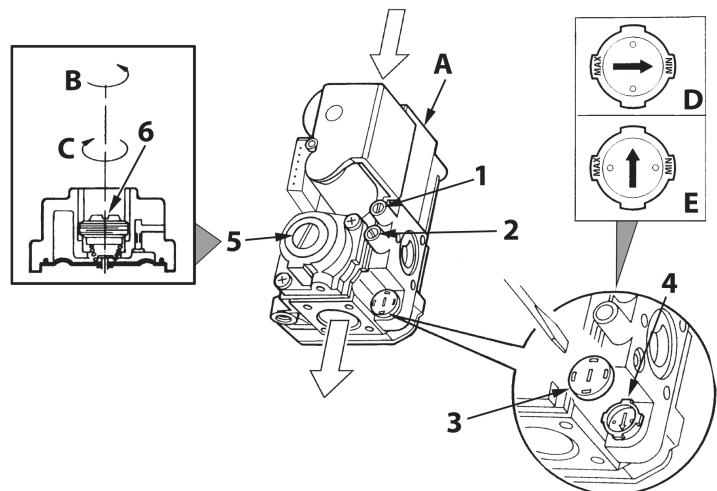

рис. 18 - Регулирование давления
На котле PEGASUS D 45 K 130 можно регулировать тепловую производительность топки и, следовательно, тепловую мощность, передаваемую воде системы отопления; это делается исключительно путем регулировки основной горелки с помощью газового вентиля (см. рис. 18). На графиках, приведенных в параграфе сар. 5.2, показано изменение передаваемой воде тепловой мощности в зависимости от изменения рабочего давления горелки. Возможность приведения мощности котла в соответствие с реальными потребностями отопления означает, прежде всего, снижение потерь и экономию топлива. Кроме того, при регулировке мощности, регламинированной также стандартом, котлы сохраняют значения КПД и характеристики горения почти без изменений.
- С помощью небольшой отвертки снимите защитный колпак 5 вторичного привода газового вентиля рис. 18.
- Подключите манометр к клемме давления 2 (рис. 18), расположенного после газового вентиля, затем переведите ручку термостата котла на максимум.
- Регулируйте давление с помощью винта 6 (рис. 18) на желаемое значение, руководствуясь диаграммами, приведенными в параграфе сар. 5.2.
- Снимите с газового вентиля маленький защитный колпак 3 (рис. 18). С помощью маленькой отвертки регулируйте "СТУПЕНЬ" розжига на основании выбранного для работы газа (G20-G25 положение D рис. 18 или G30-G31 положение E рис. 18); установите на место защитный колпачок.
- Спустите воздух из газопроводных труб через штуцер отбора давления 1 газового вентиля (рис. 18).